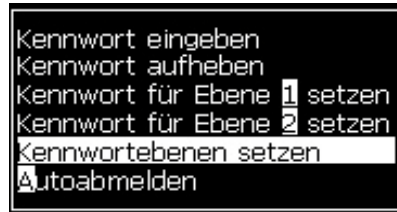
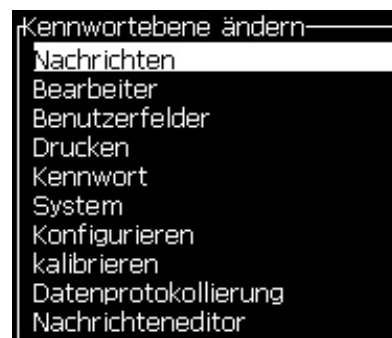
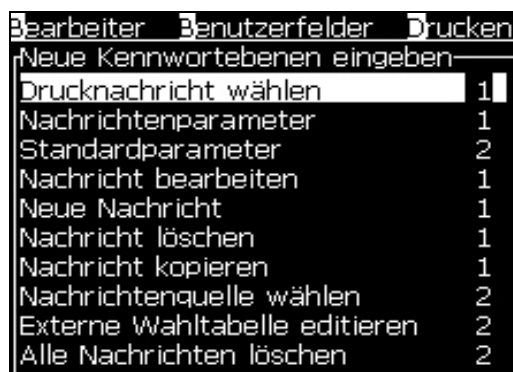

Abbildung 4-8: Kennwortebenen setzen
Abbildung 4-9: Kennwortebene ändern
Abbildung 4-10: Neue Kennwortebenen eingeben
- 1 Drücken Sie die Tasten *Alt + w* und wählen Sie *Set Password Levels* (Kennwortebenen setzen) (siehe Abbildung 4-8), um den Bildschirm *Change Password Levels* (Kennwortebenen ändern) zu öffnen (siehe Abbildung 4-9).
- 2 Wählen Sie das Menü (siehe Abbildung 4-9), welches eine andere Kennwortebene benötigt und drücken Sie die Taste *Enter*. Der Bildschirm *Enter New Password Level* (Neue Kennwortebene) erscheint (siehe Abbildung 4-10 auf Seite 4-6).